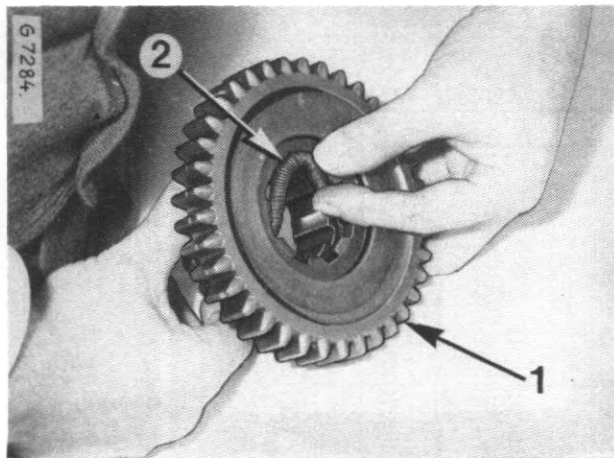

Figure 102
Insérez le ressort de blocage (14) dans la gorge du pignon (12), voyez la Figure 102 (elle représente un pignon typique).